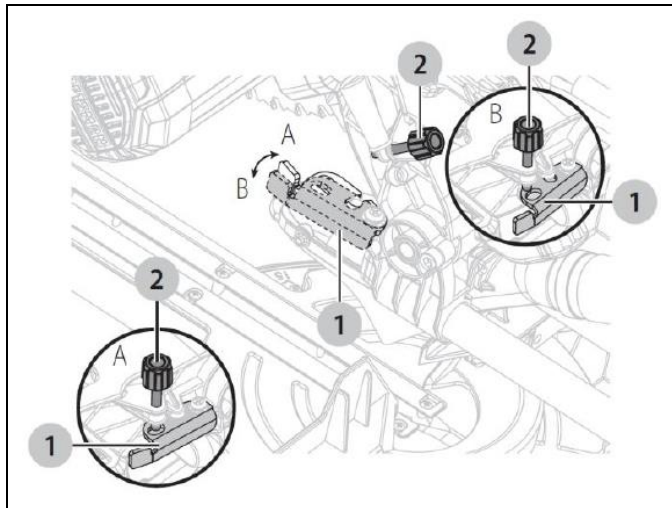

Рисунок 32
- Поверните ограничитель глубины против часовой стрелки в положение В, опустите режущую голову, чтобы проверить текущую настройку. Поворачивайте ручку регулировки глубины до тех пор, пока не будет достигнута желаемая глубина резания. (См. Рис. 32)
- По окончании поверните ограничитель глубины по часовой стрелке в положение А для нормального сквозного пиления. (См. Рис. 32)
6.4 Регулировка ограничителя глубины (Рис. 32)